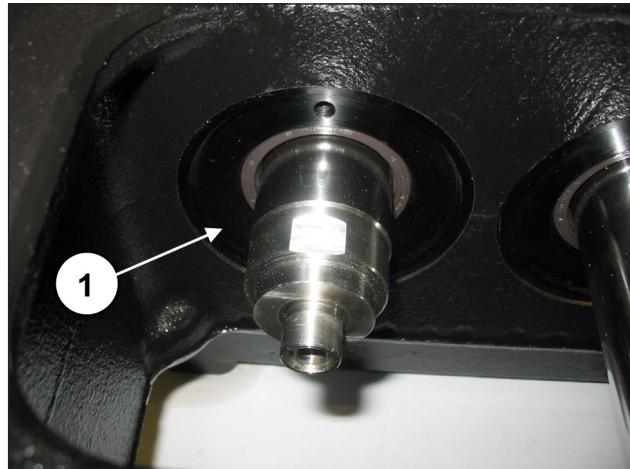
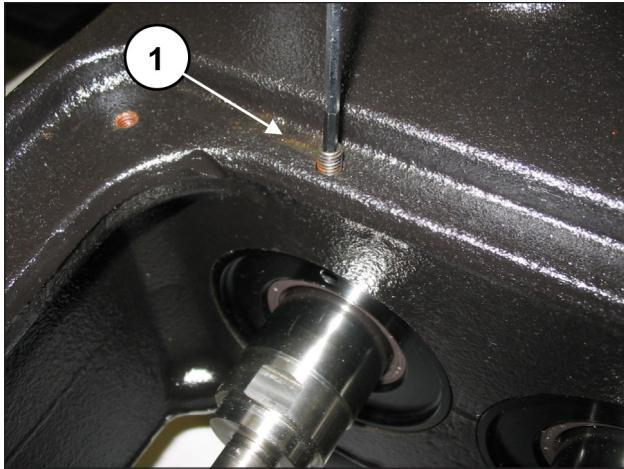

图 95
图 96
将组装好的单元插入泵壳内，确保盖完全进入其座(位置①, 图 95)，注意不要损坏径向密封环的唇缘。拧紧油封盖，可使用2个M6x30螺栓(位置①, 图 96)。